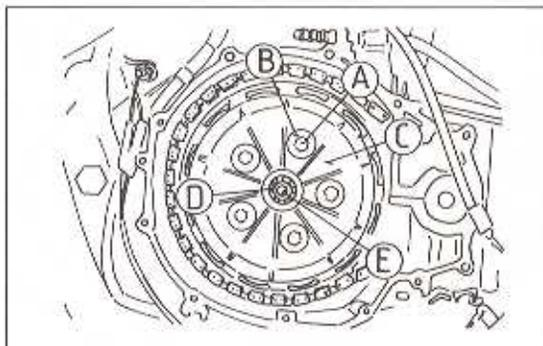

Bild 129
- Die Kupplungsfederschrauben lösen und die Federn mit Scheibe abnehmen (Bild 129).